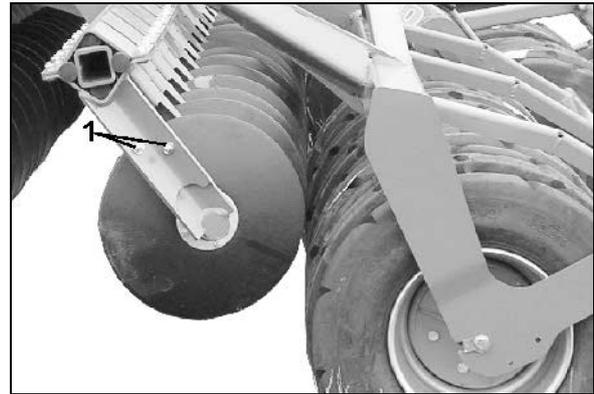

Fig. 24
1. Verschraubungen (Fig. 24/1) lösen.